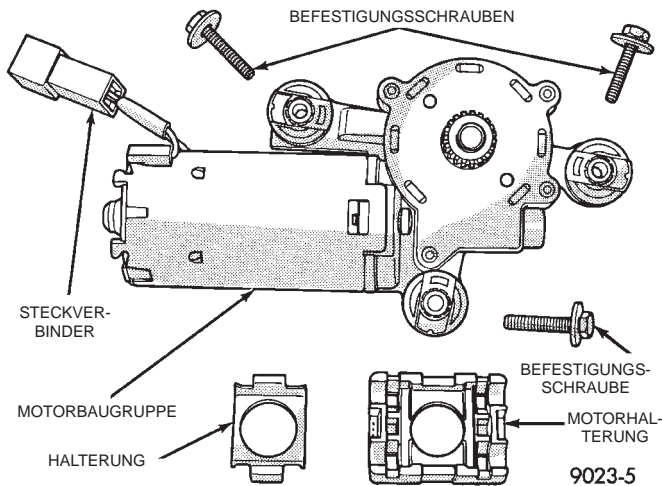

Abb. 9 Schiebedachmotor und Antriebszahnrad
- (1) Schiebedach in Belüftungsstellung bringen.
- (2) Dachauskleidung abbauen.
- (3) Befestigungsschrauben lösen, mit denen der Schiebedachmotor an der Motorhalterung befestigt ist.
- (4) Steckverbinder abziehen.
- (5) Elektromotor und Antriebszahnrad von den Antriebsseilzügen trennen (Abb. 9).